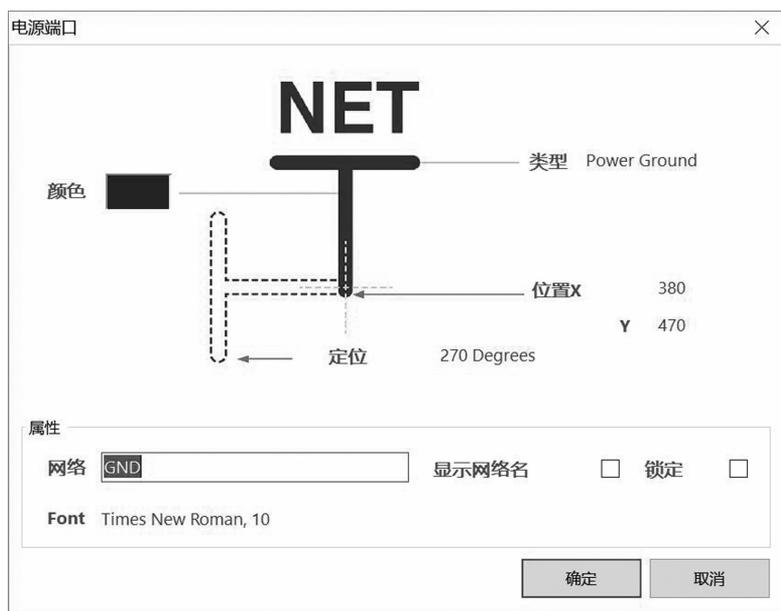

图 4-95 “电源端口”对话框
(2) 单击 Tab 键，打开如图 4-95 所示的“电源端口”对话框。